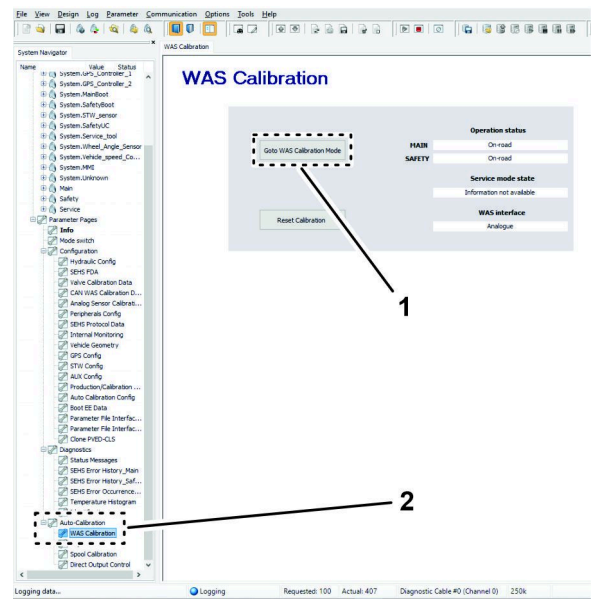

図 147
リックします(図 147)。
11. WAS校正アイコンをクリックします (図 147)。
コンをクリックします (図 147)。